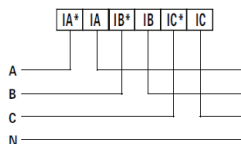

Рис. 3 – Подключение напрямую (если  $I \leq 5A$ )
1. Подключите прибор к исследуемой цепи в соответствии со схемами подключения (см. рис. 3, 4).